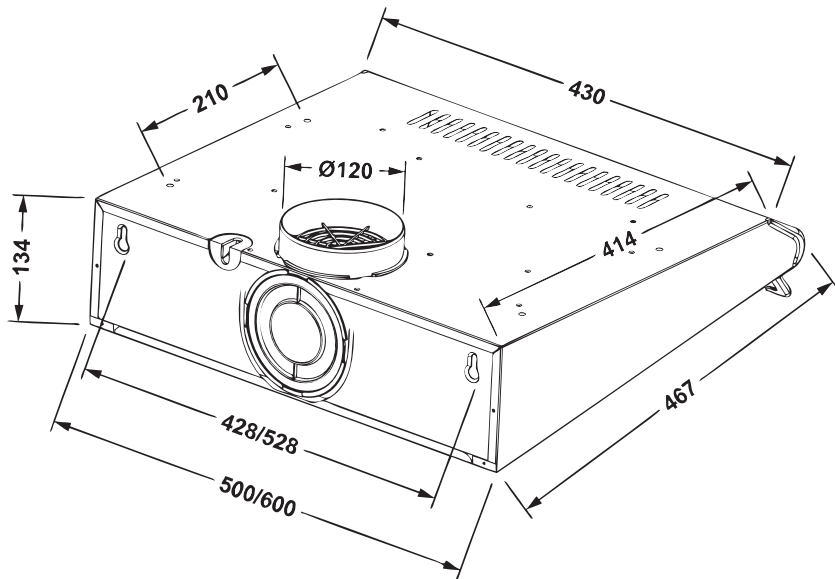

Рис. 3
«Вона Н I / II» Ø 3мм. (рис.3).
- для витяжки «Вона Н I / II» - 2 або 4 шурупами ПКГ 4 x 12 з шайбами 4, які вкручуються зсередини витяжки в отвори, розташовані на верхній площині корпусу **(рис.3)**.
В режимі рециркуляції (рис.3) витяжка не підключається до вентиляційної шахти кухні та повітря проходить через встановлені у витяжці алюмінієві жирові фільтри і вугільні запахловлюючі фільтри (які купуються окремо) і повертається назад в кухню через вентиляційні пази **C**.